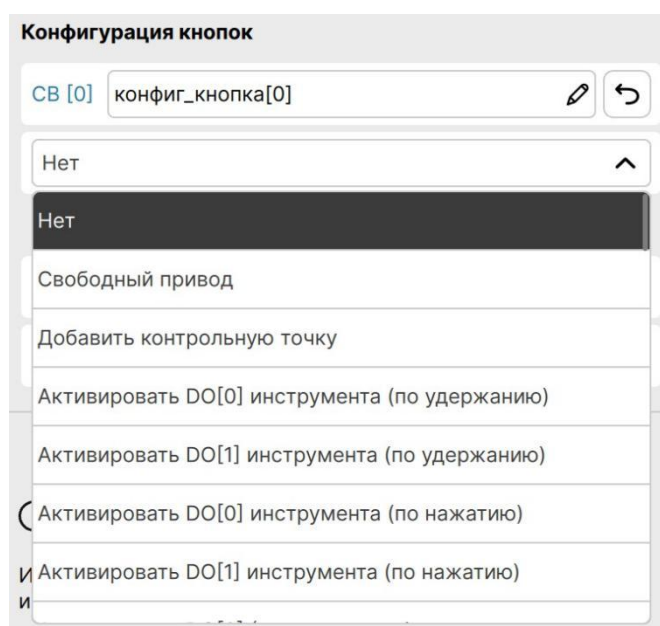

Рисунок 51 – Конфигурация кнопок инструментального фланца.
- Настроить действия при нажатии или удержании кнопок, установленных в инструментальном фланце (Рисунок 51).